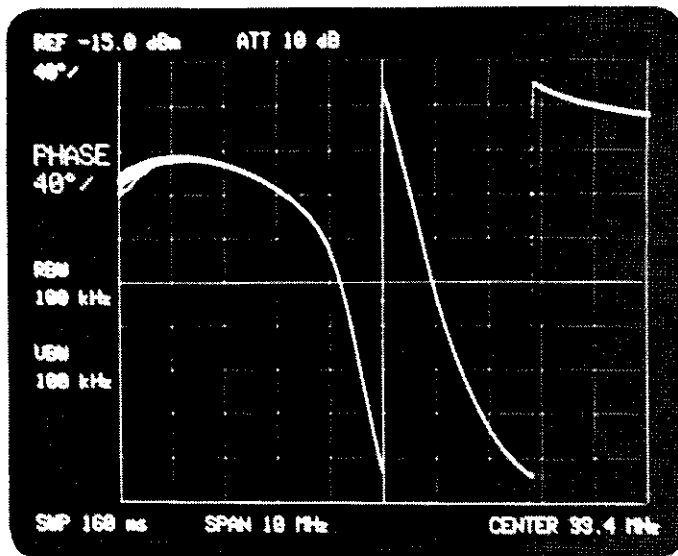

図7-6 フィルタの位相特性
- ⑧ フィルタを接続しますと、フィルタの位相特性が観測できます。(図7-6)
- ⑩ グループ・ディレイの分解能を上げるためには、〔図7-6〕の位相の分解能を上げる必要があります。